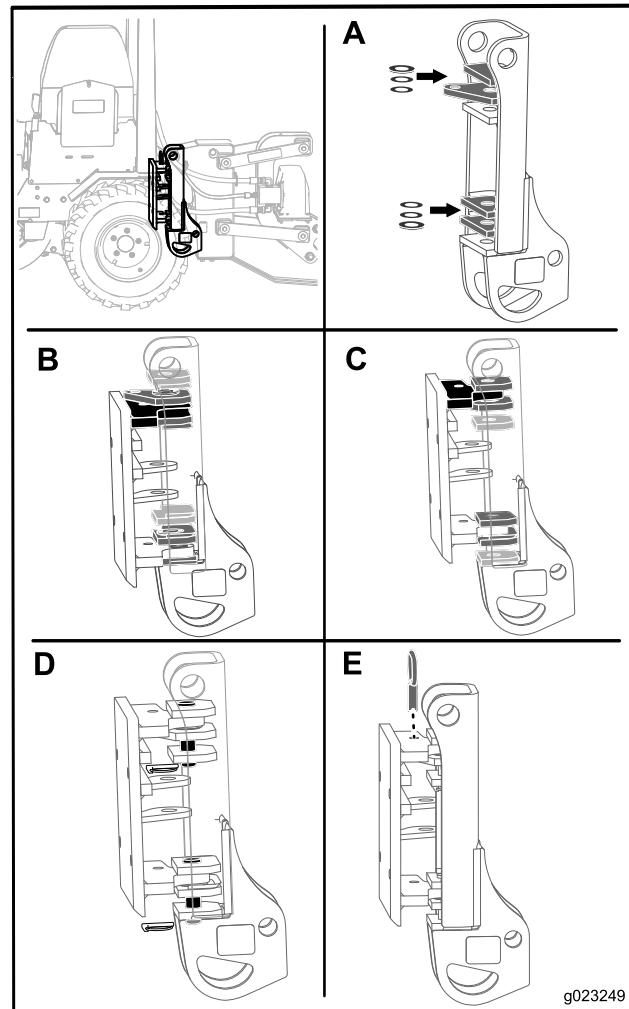

Figura 4
1. Coloque 1 arandela (1 pulgada) entre las placas 1 y 2, y entre las placas 4 y 5 del conjunto del arado, según se muestra en Figura 4, Casilla A.
- Si están instalados neumáticos de 23 pulgadas, coloque el conjunto de giro en la placa de enganche con el soporte superior entre las placas 2 y 3 del conjunto del arado, y el soporte inferior entre las placas 5 y 6 del conjunto del arado (Figura 4, Casilla B).
placa de enganche con el soporte superior entre las placas 1 y 2 del conjunto del arado, y el soporte inferior entre las placas 4 y 5 del conjunto del arado (Figura 4, Casilla C).
- Inserte los dos pasadores de giro del arado por el taladro de las placas del conjunto del arado, y sujetelos con los 2 pasadores de bloqueo (Figura 4, Casilla D).
- Inserte el pasador de bloqueo de giro por el taladro de la placa de enganche y el taladro de la segunda placa del conjunto del arado (Figura 4, Casilla E).